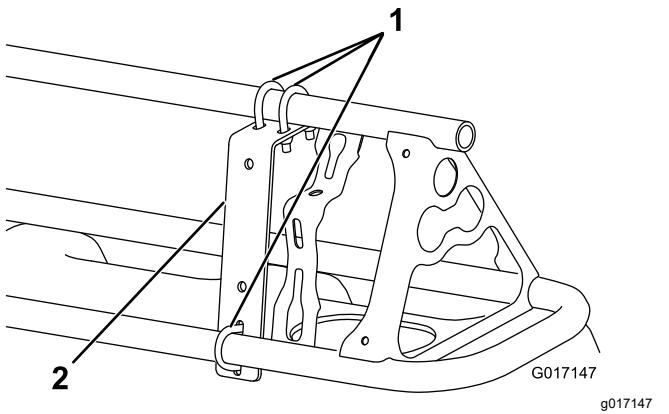
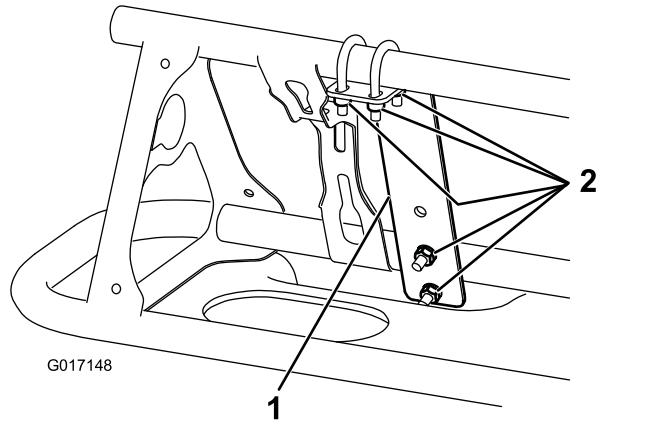

Figura 14
Figura 15
1. Montate una staffa di montaggio sul lato anteriore di ogni barra vicino all'ugello più esterno (Figura 14 e Figura 15) con 3 bulloni a U e 6 dadi di bloccaggio (1/4").